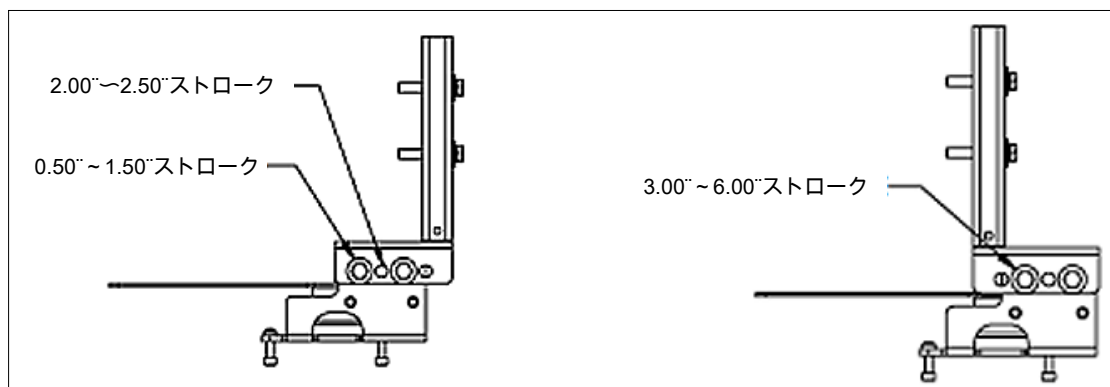

図20 - ブラケット設定 ストローク 0.5 ~ 2.50インチおよび3 ~ 6インチ
4. ターンバックルアセンブリがステムと平行になるような角度で、以下を使用して取り出しブラケットをステムブロックに取り付けます (図 20)。